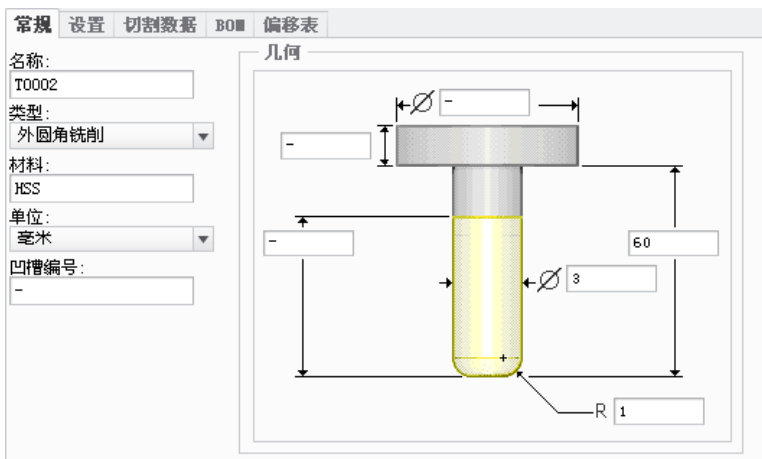

图 3.3.7 设定刀具一般参数
Step4. 在弹出的“刀具设定”对话框中,单击“新建”按钮,然后设置图 3.3.7 所示的刀具参数,依次单击 **应用** 和 **确定** 按钮,完成刀具的设定。